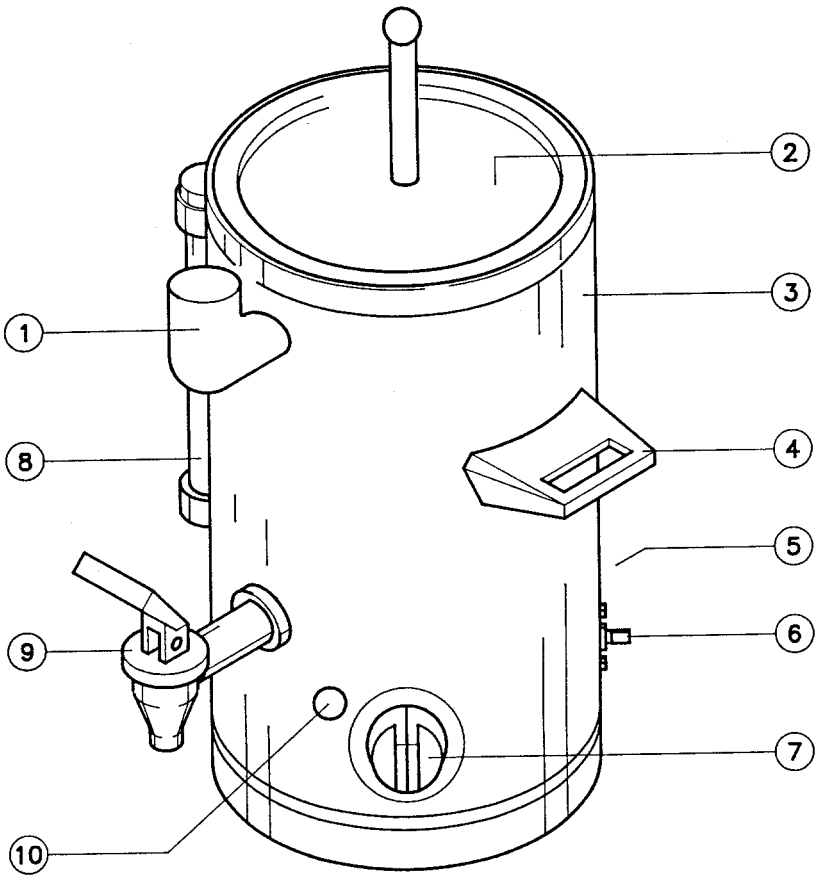

Fig. 1
Abbildung 1 zeigt das Gerät mit den wichtigsten Bauteilen:
7. Schalten Sie das Gerät ein und wählen Sie am Thermostat die gewünschte Temperatur, indem Sie den Regler auf den richtigen Wert einstellen. Die Anzeigeleuchte 8 (Abb. 1) leuchtet auf.